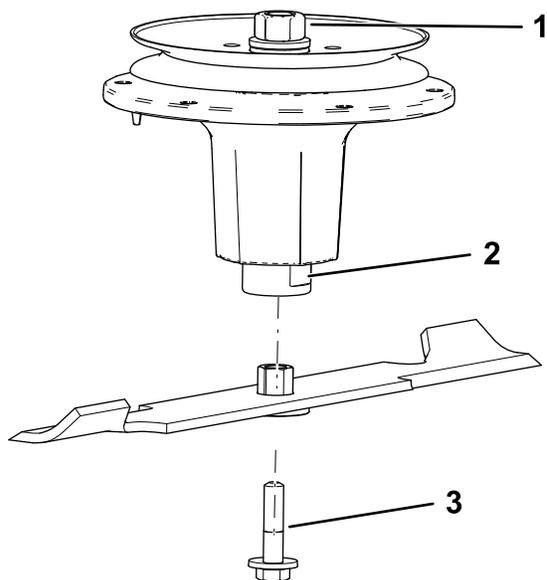

Рисунок 93
2. Вставьте узел втулки/ножа в вал шпинделя (Рисунок 93).